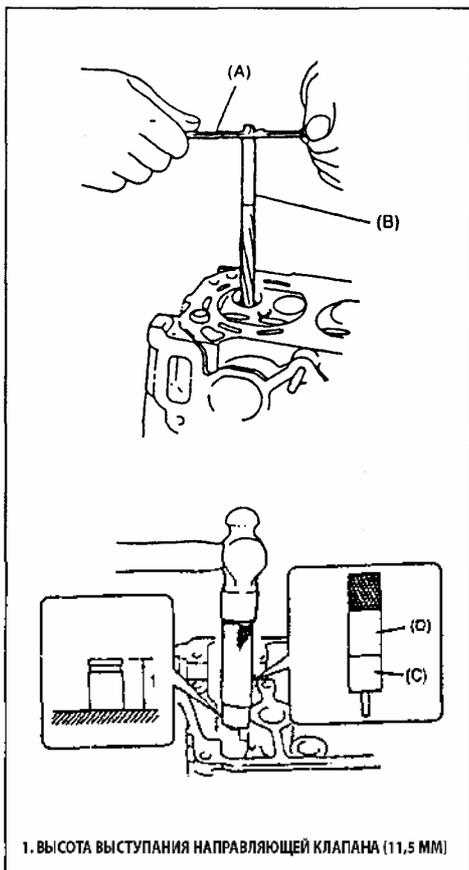

Рис. 111
1) Расточите отверстие под направляющую клапана специальным инструментом (диам. 11 мм) для удаления заусенцев перед установкой новой направляющей клапана в головку блока цилиндров (Рис. 111).
Равномерно нагрейте головку блока цилиндров до 80-100°C, так вы предотвратите коробление головки. Затем запрессуйте новую направляющую клапана в отверстие под направляющую при помощи специального инструмента (оправку для направляющих клапанов) до контакта инструмента с поверхностью головки. После установки направляющей, ее высота над головкой должна составлять 11.5 мм (Рис. 111).